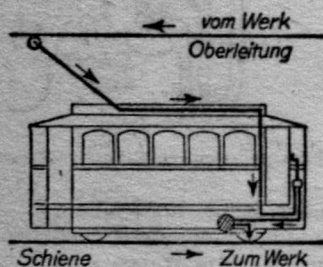

Abb. 86
d) Die Straßenbahn besitzt im Untergestell des Triebwagens einen Elektromotor. Verfolge den Stromlauf nach Abb. 86!